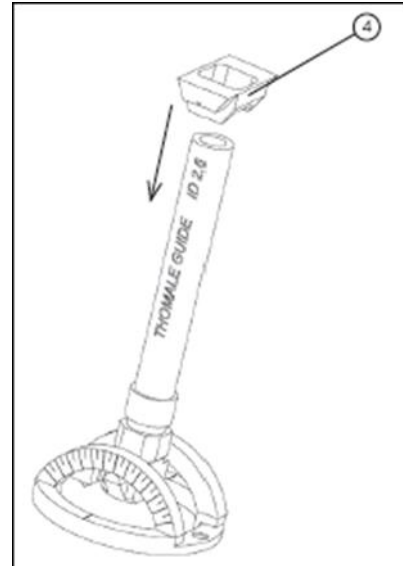

図 2
- ・ カテーテルガイドの上部からスライダ (④) を滑らせて、ガイドレールの内半径と外半径が直線上に一致するようにする。(図 2)